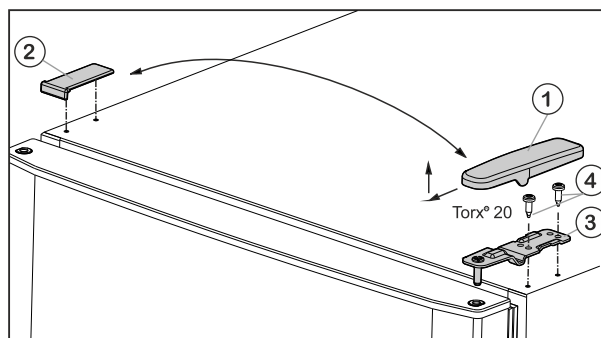

Fig. 5
- ▶ Pokrov Fig. 5 (1) snemite s potegom naprej in navzgor.
- ▶ Dvignite pokrov Fig. 5 (2).
- ▶ Odvijte zgornji ležajni podstavek Fig. 5 (3) (2 krat Torx® 20) Fig. 5 (4) in ga s potegom navzgor snemite.
- ▶ Zgornji ležajni podstavek *Fig. 5 (3)* vstavite na vrata na novi strani s tečajji.
- ▶ Zgornji ležajni podstavek **trdno (s 4 Nm)** privijte (2-krat Torx® 20) *Fig. 5 (4)*. Po potrebi uporabite akumulatorski izvijač.
- ▶ Pokrov *Fig. 5 (1)* na nasprotni strani od zunaj namestite in pripnite.
- ▶ Pokrov *Fig. 5 (2)* na nasprotni strani tudi od zgoraj namestite in pripnite.